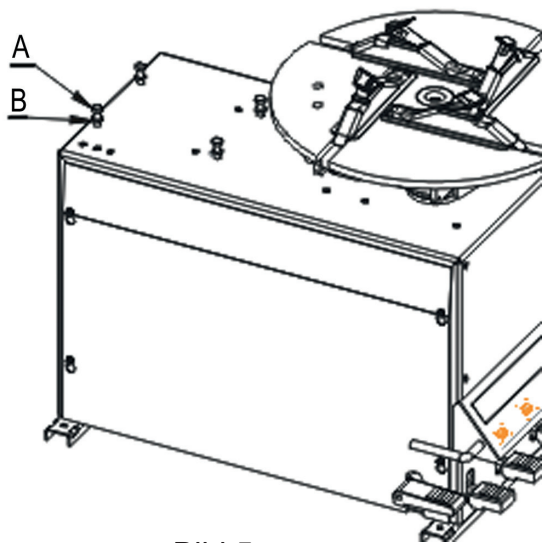

Bild 5a
- Nehmen Sie die Seitenabdeckung ab indem Sie die Bolzen aufschrauben und wie in Bild 5a die Verbindungsschrauben entfernen.